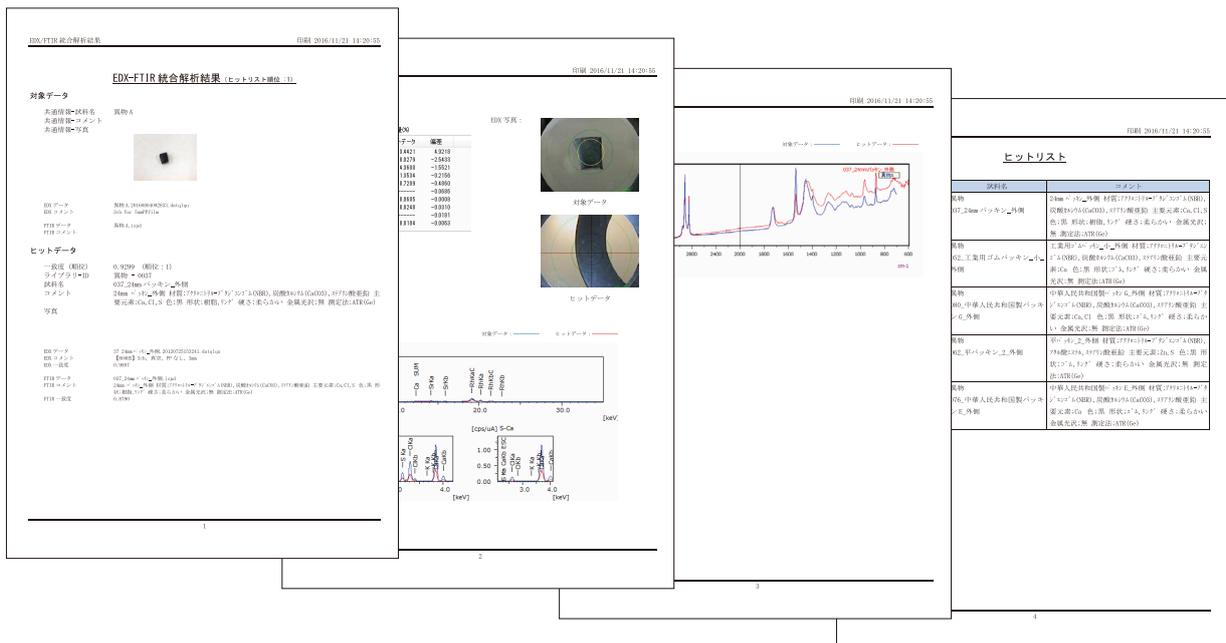

Fig. 8 印刷レポート例
②「ライブラリへ登録」ボタンを選択すると、対象データを簡単にライブラリ登録できるため、独自のデータベース (ユーザーライブラリ) を蓄積することができます。データファイルだけでなく、試料の画像ファイルや PDF 形式の文書ファイルの登録もできます。そのため、各種データを紐付けて電子ファイルとして保管する場合にも有効です。
また、③「印刷」ボタンを選択すると、Fig. 8 に示す通り、簡単に印刷レポートができます。定型テンプレートのほか、Word 形式で保存することも可能です**。